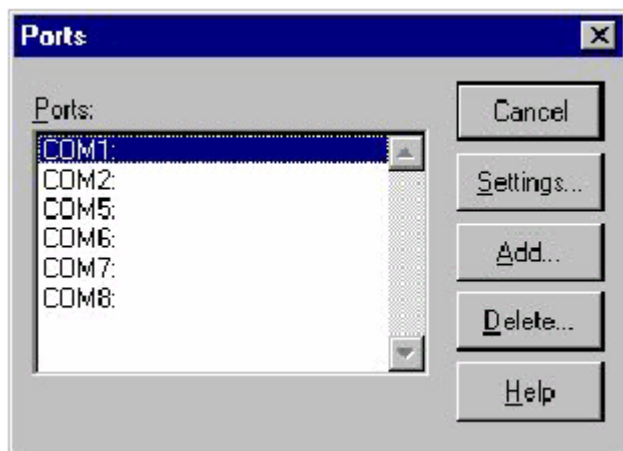

Figure 7 端口 in NT
4. 完成通讯卡的安装之后，进入 控制面板/端口 就可以看到已经添加的串口，如 Figure 7. 所示